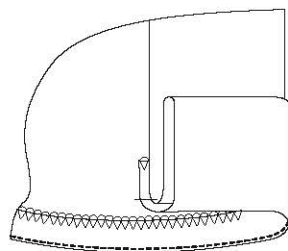

Рис. 2. Обработка низа брюк цельнокроеными манжетами
1. Оттягивание линии высоты сидения (среднего шва) и выравнивание боковых и шаговых срезов (рис. 1А, рис. 2А)
На прямых брюках можно сделать *цельнокроенные манжеты* (рис. 2). Разметку по принятой ширине манжеты делают при конструировании. При пошиве низ брюк можно подогнуть по намеченной линии на 0,7 см (припуск) и притачать на расстоянии 0,1–0,2 см от сгиба к низу брюк, а можно обметать нижний срез брюк и припуск настрочить на расстоянии 0,1–0,2 см от линии сгиба швом шириной 1–2 см. Далее приутюживаем низ брюк. Отогнем манжету на лицевую сторону на принятую ширину. Обязательно совместите линии боковых и шаговых швов на брючине и манжете. Прикрепляем манжету к швам потайными строчками и приутюживаем.